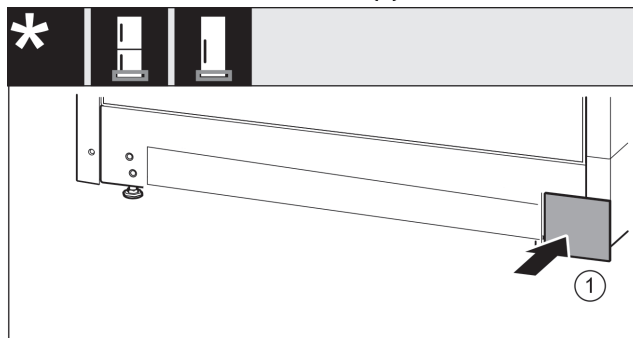

Fig. 37
- Kryt opět nasadte na druhé straně. Fig. 37 (1)